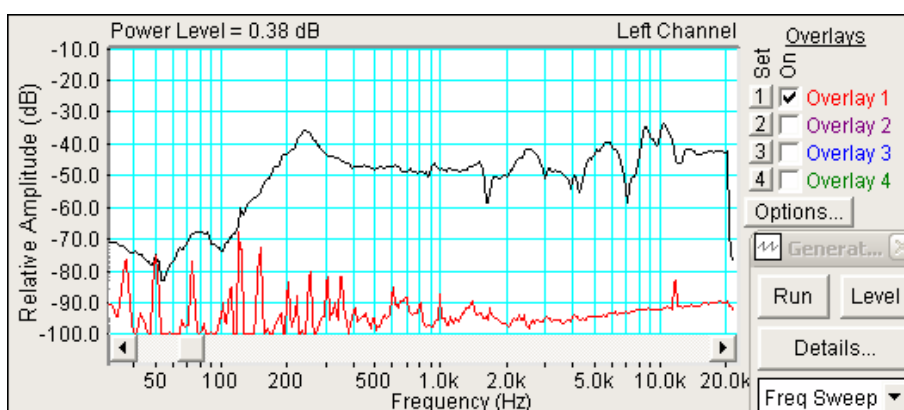

Рис. 4.6. АЧХ громкоговорителя, снятая белым шумом
4.4. Измерение АЧХ с помощью сигнала белого шума (рис.4.6).